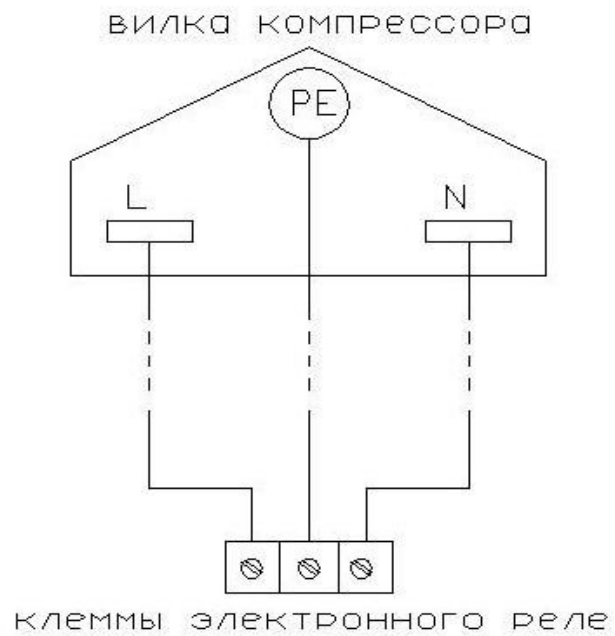

Рис. 3 Подключение вилки компрессора
3. ПРИСОЕДИНЕНИЕ СЧЕТЧИКА ВОДЫ С ИМПУЛЬСНЫМ ВЫХОДОМ И КОМПРЕССОРА К ЭЛЕКТРОННОМУ РЕЛЕ ПОТОКА НЕОБХОДИМО ПРОИЗВОДИТЬ В СООТВЕТСТВИИ СО СХЕМАМИ ПОДКЛЮЧЕНИЯ, ПРЕДСТАВЛЕННЫМИ В ПАСПОРТЕ НА ЭЛЕКТРОННОЕ РЕЛЕ ПОТОКА И НА РИС. 3.